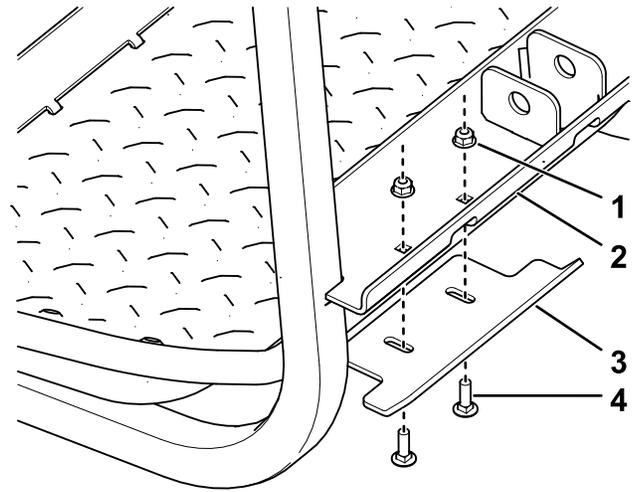

図 6
1. 後フレームアセンブリに昇降ブラケットを図 6のように取り付ける。